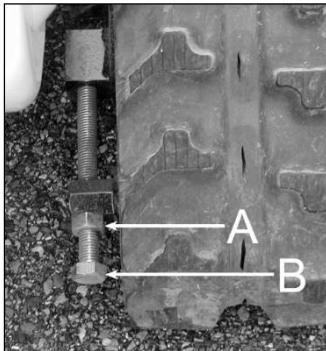

Figura 26
2. Allentare il dado (A, Figura 26).
4. Serrare il dado (A, Figura 26).